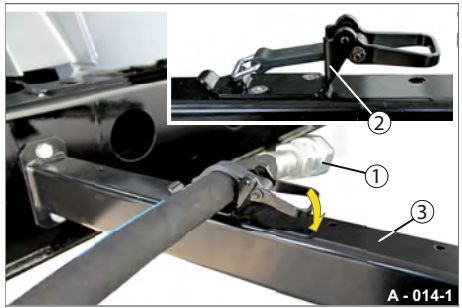

Abb. 18 Hydraulik-Leitung am Trägerarm
- ▶ Entriegeln Sie den Gummi-Zugverschluss (Abb. 18/2).
- ▶ Setzen Sie den Leitungsanschluss (Abb. 18/1) - auf den Trägerarm (Abb. 18/3) - in den Verschluss ein.